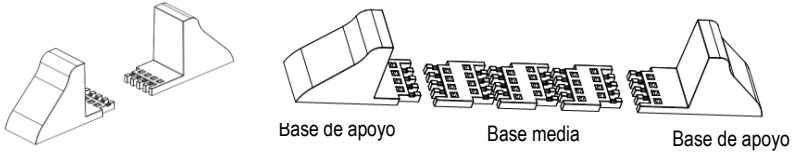

Figura 2-1: Conjunto de bases de soporte y espaciadores
- 1) Retire las bases de soporte y los espaciadores y luego ensamble los espaciadores y las bases de soporte, como se muestra en la Figura 2-1. Se necesitan 4 bases de soporte para los modelos de SAI de larga duración, y 4 espaciadores adicionales para los modelos estándar de SAI o armarios de baterías.